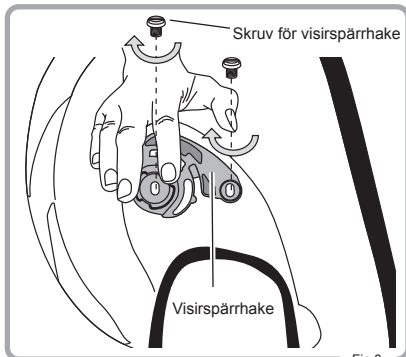

Fig.3
- 3 Dra noggrant åt båda visirspärrhakeskruvarna medsols. Upprepa samma procedur på de andra visirspärrhakarna. Sedan är visirspärrhakarna installerade (Fig. 3).